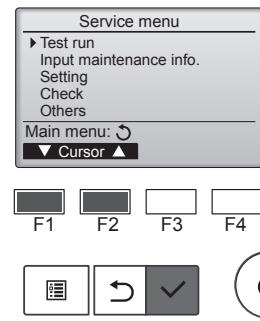

Fig. 8-1
- Service (Servis) menüsünden "Test run" (Test çalışma) öğesini seçin ve [SEÇİM] düğmesine basın. (Fig. 8-1)